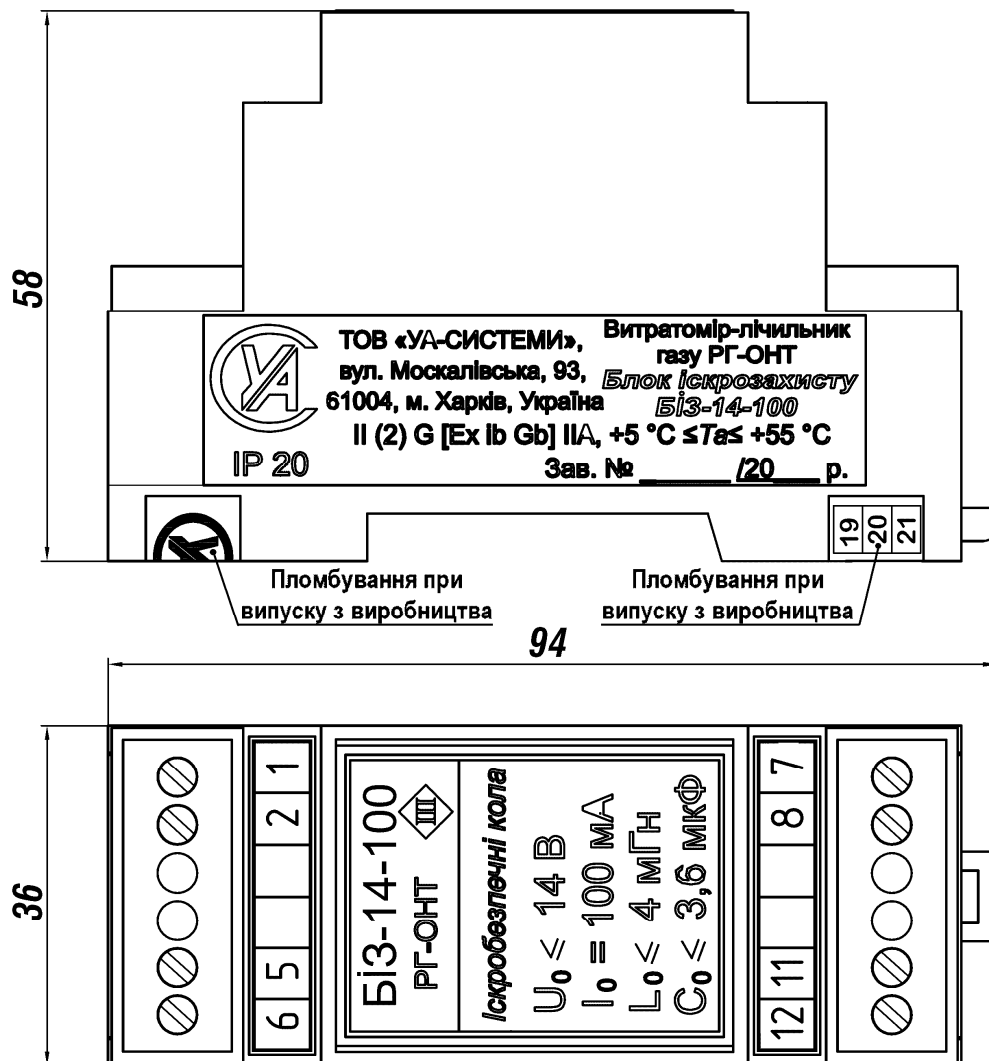

Рисунок 1.1 – Загальний вид і розміри БІЗ
1.2.8 Загальний вид і розміри БІЗ наведено на рис. 1.1. Конструкція БІЗ передбачає його монтаж на рейку ТН 35 згідно з ДСТУ EN 60715.
- маркування вибухозахисту та найнижчу і найвищу температури навколишнього середовища «II (2) G [Ex ib Gb] IIA, +5 °C ≤ Ta ≤ +55 °C»;
1.6.3 Для запобігання несанкціонованому доступу до елементів при випуску з виробництва БіЗ пломбуються двома самоклеючими пломбами з нанесенням на пломби дати пломбування в місцях, передбачених конструкторською документацією (див рис. 1.1).